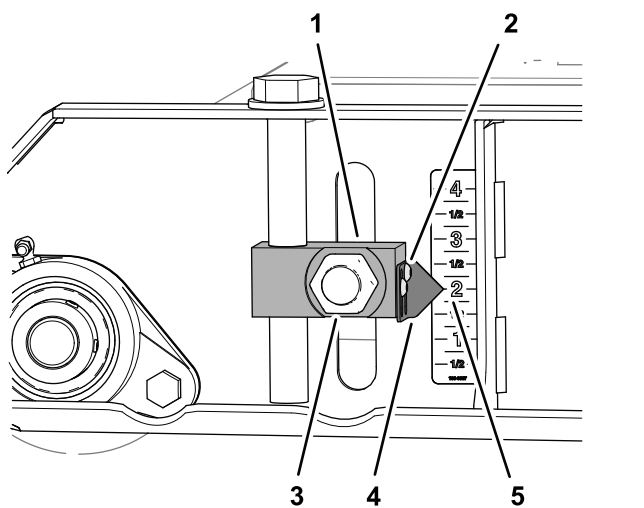
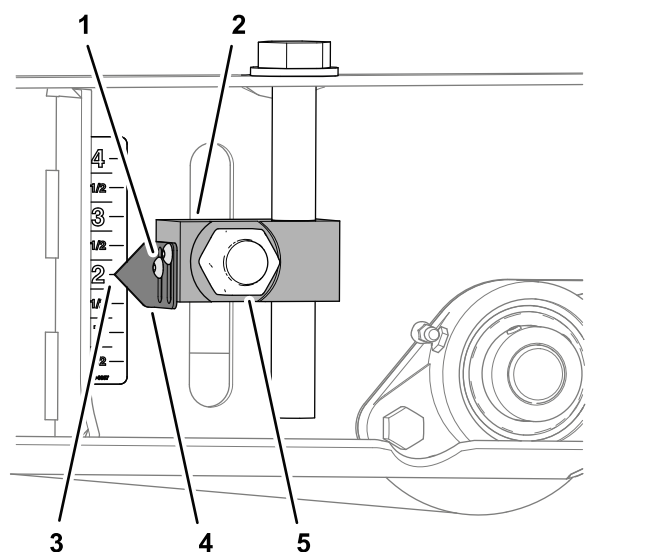

Figura 76
Figura 78
3. Desaperte os 2 parafusos com cabeça flangeada que fixam o indicador para o bloco ajustador da altura de corte, alinhe o indicador com a marca de 2 pol. no autocolante e aperte os parafusos (Figura 76).
6. Desaperte os parafusos com cabeça flangeada que fixam os 2 indicadores para o bloco ajustador da altura de corte, alinhe os indicadores com a marca de 2 pol. no autocolante e aperte os parafusos (Figura 78).
7. Aperte as 4 porcas que fixam os 4 blocos ajustadores da altura de corte (Figura 76 e Figura 78) para os rolos dianteiro e traseiro com 322 a 396 N·m.